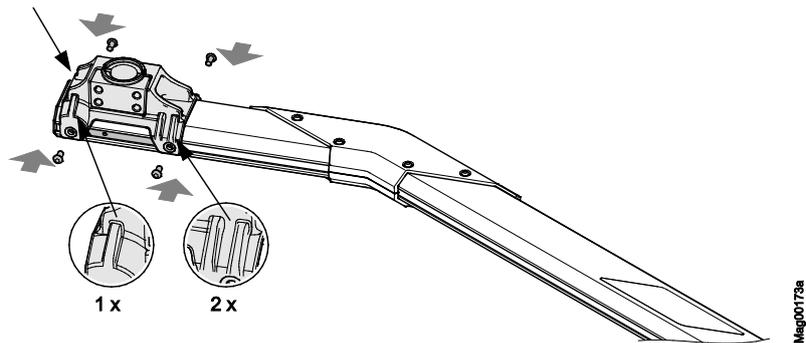

Abb. 28: Standard Vario-Flansch montieren
18. Flansch auf der anderen Seite des Schrankenbaumes montieren. Position der beiden Nutensteine und des Zusatzbleches beachten. Die kürzere Ausbuchtung des Flansches muss in Richtung Schrankenbaumende zeigen. → Siehe auch Seite 71, Abb. 28.